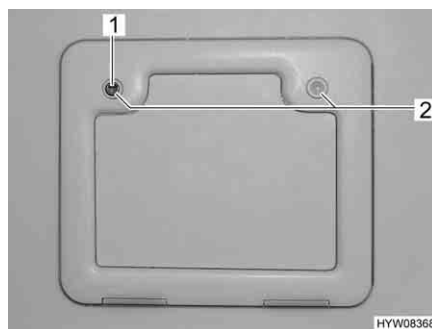

Bild 9 Außenklappe Thetford-Kassette
- Schlüssel in Schließzylinder des Druckschlösses (Bild 9,1) stecken und eine viertel Umdrehung drehen.
- Beide Druckschlösser (Bild 9,2) gleichzeitig mit dem Daumen drücken und Außenklappe öffnen.
- Schlüssel in Schließzylinder (Bild 9,1) stecken und eine viertel Umdrehung drehen.